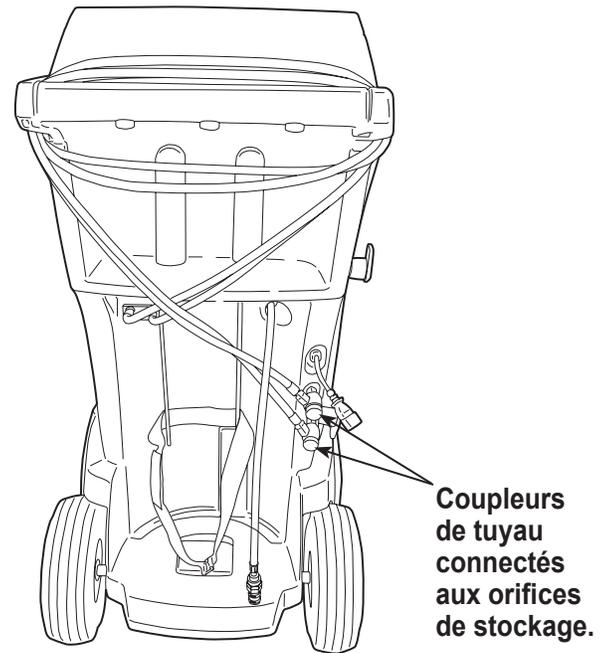

Figure 29
2. Faites passer deux fois les tuyaux de service autour de la poignée et attachez-les aux orifices de stockage. Voir la figure 29.